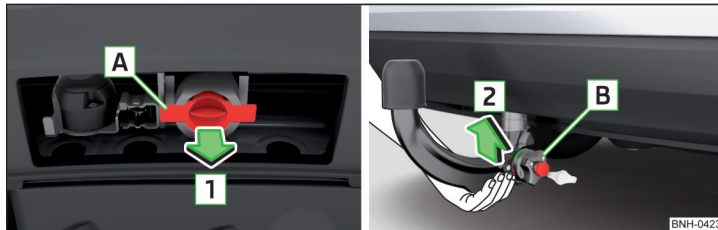

Abb. 133 Abdeckkappe für den Aufnahmeschacht abnehmen / Kugelstange einsetzen
- Zur **Vorbereitung des Einbaus** die Abdeckkappe für den Aufnahmeschacht **A** in Pfeilrichtung **1** abnehmen » Abb. 133.
- Zum **Einbau** die Kugelstange **von unten** fassen » Abb. 133.
Nach dem Ausbau der Kugelstange die Abdeckkappe für den Aufnahmeschacht **A** entgegen der Pfeilrichtung **1** einsetzen » **Abb. 133 auf Seite 115**.